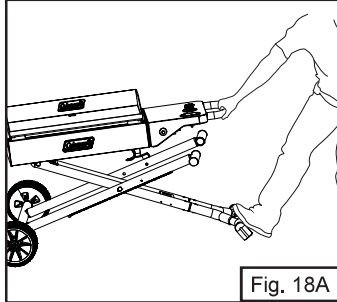
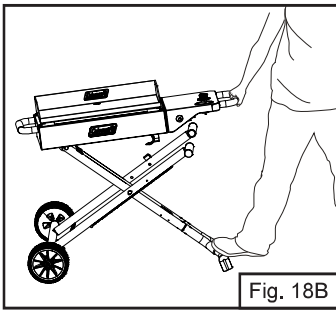

Fig. 18A
Fig. 18B
2. Abra el aparato desde la posición plegada. Coloque un pie en el asa de remolque, agarre el asa de transporte y levántela hacia usted (Fig. 18A). Continúe tirando hacia arriba hasta que el soporte del aparato esté completamente extendido (Fig. 18B).